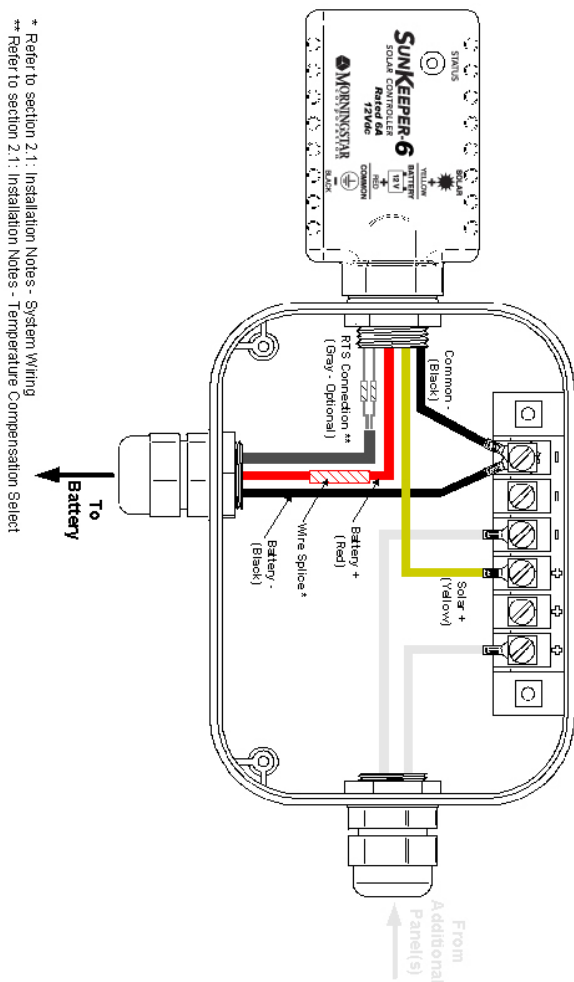

Figura 2. Cableado de la caja de empalme.
- c. Empalme por compresión o empalme las dos (2) puntas de los cables grises a las los dos cables del STR (rojo y negro). La polaridad no es importante. Vea la sección 2.1: *Notas de instalación – Cableado del sistema*.
9. Cablee el SunKeeper según se muestra en la figura 2. El cableado puede diferir levemente dependiendo del fabricante del módulo solar. Las ubicaciones de los terminales y el número de terminales también pueden diferir. Los empalmes pueden no ser necesarios si se proveen terminales adicionales de unión. Vea la documentación provista con el módulo solar.